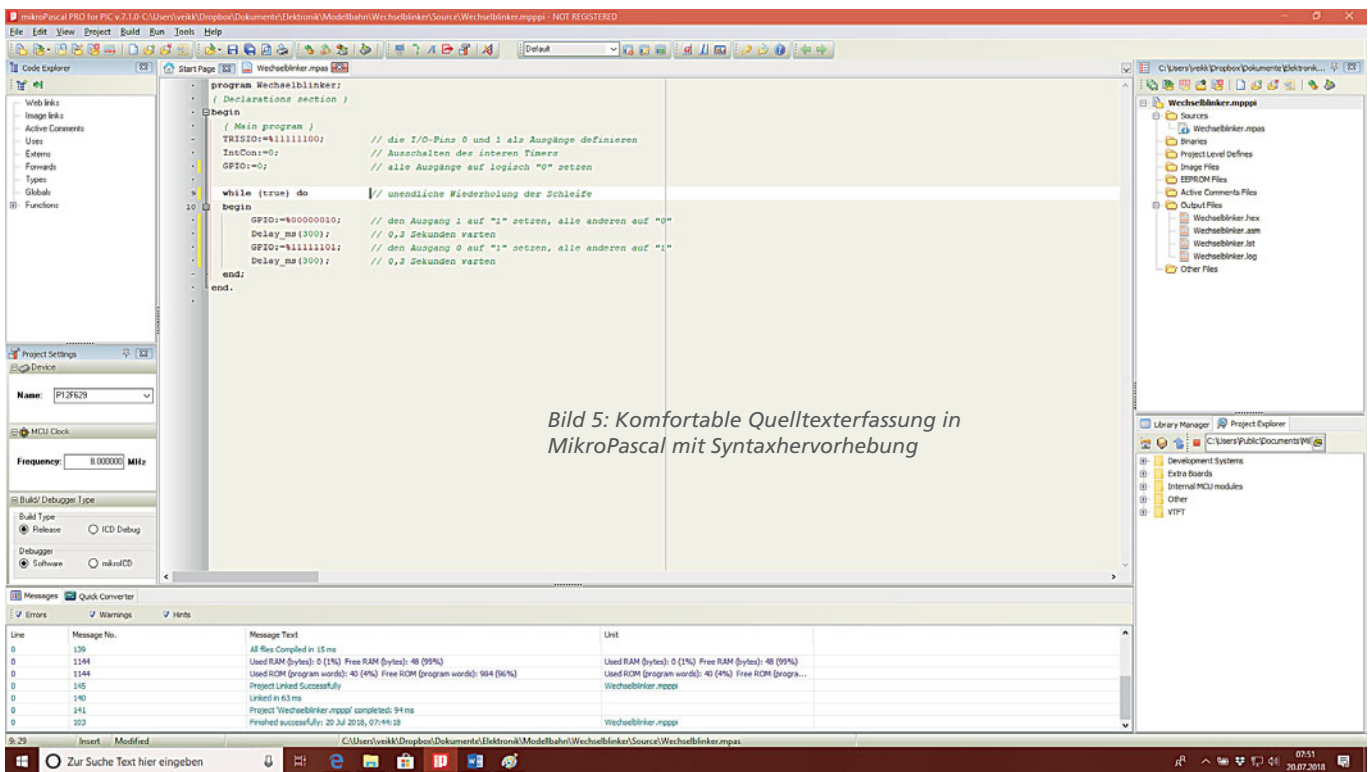

Bild 5: Komfortable Quelltextfassung in MikroPascal mit Syntaxhervorhebung
- Durch Syntaxhervorhebung werden Schlüsselwörter der Programmiersprache gekennzeichnet (Bild 5)